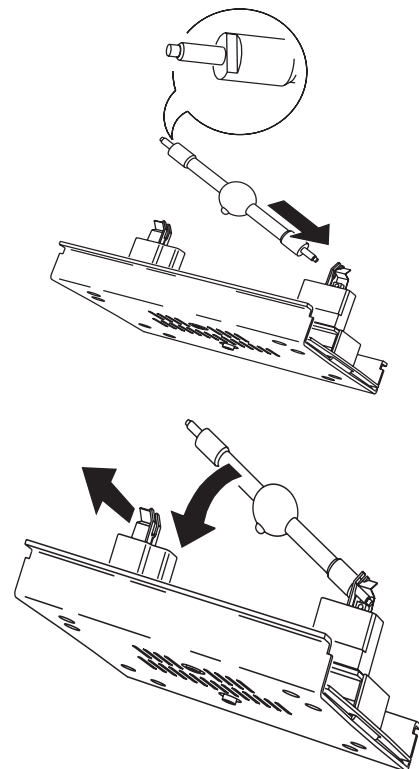

Bild 12: Einbau des Leuchtmittels
Die Sockel des Leuchtmittels sind speziell kodiert (siehe Bild 12), um eine eindeutige Brennstellung sicher zu stellen. Verwenden Sie niemals HMI 1200 W/S, die über den nicht kodierten Sockel SFC 10-4 verfügen.
- 5 Unter Bezug auf Bild 12: Schieben Sie einen Anschluss des Leuchtmittels in den rechten Sockel, wobei der Evakuierungs- Nippel des Kolbens nach hinten zeigen muss. Lösen Sie die Haltefeder am linken Sockel und drücken Sie das andere Ende des Leuchtmittels in den Sockel.